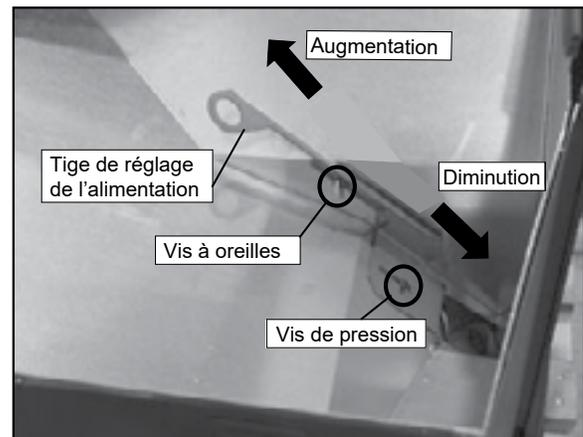

Figure 11.3
1. Desserrer la vis de pression avec un tour de 1/4 à 1/2 lors de l'installation de l'appareil. Ceci permettra le mouvement de la tige de réglage d'alimentation. Ne resserrez pas la vis de pression (**Figure 11.3**).